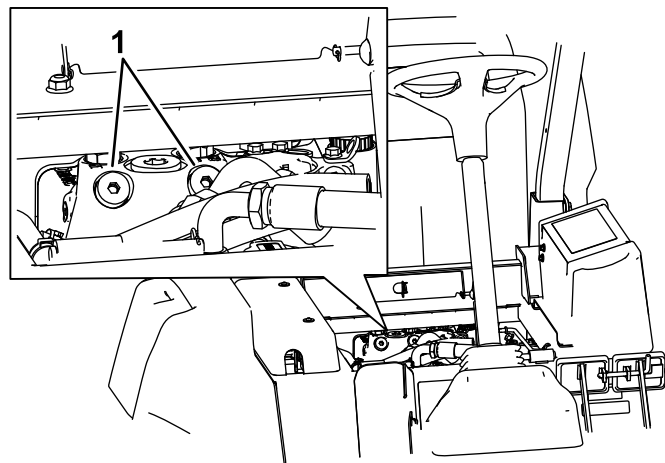

Figure 58
1. Soulevez le siège et localisez les vannes de dérivation qui sont situées sous l'avant du réservoir de carburant (Figure 58).